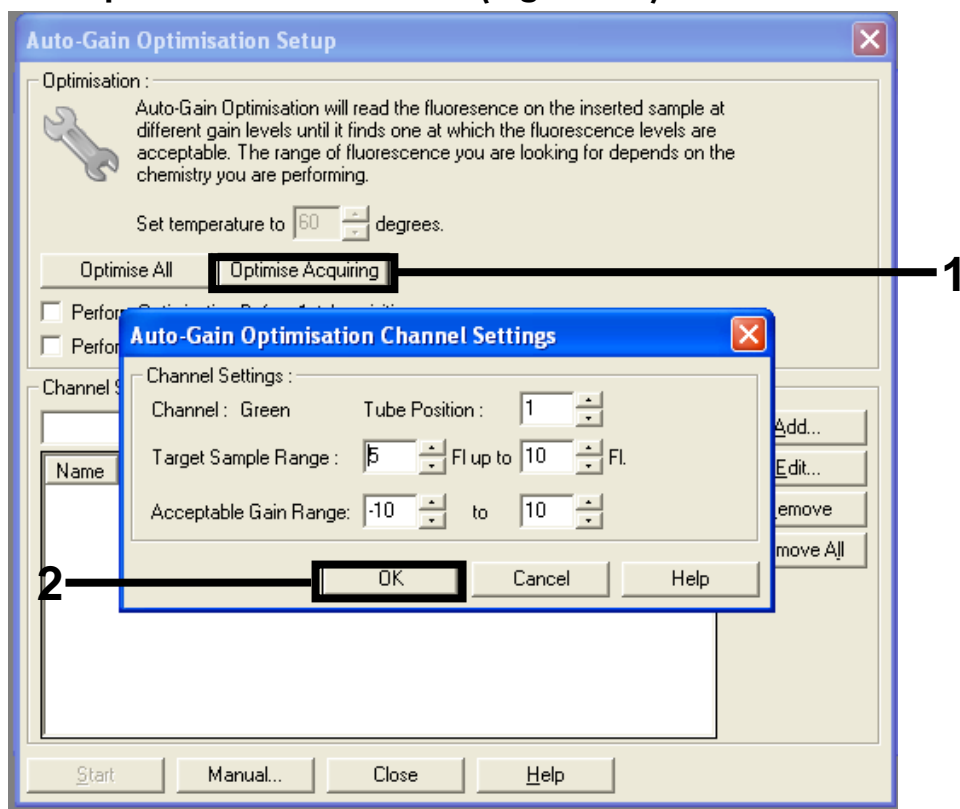

Figura 11. Optimização de auto-aquisição de dados para o canal verde.
14. Clique no botão “Optimise Acquiring”. Aparecem então as definições de cada canal. Aceite estes valores predefinidos, clicando “OK” para ambos os canais (Figura 11).